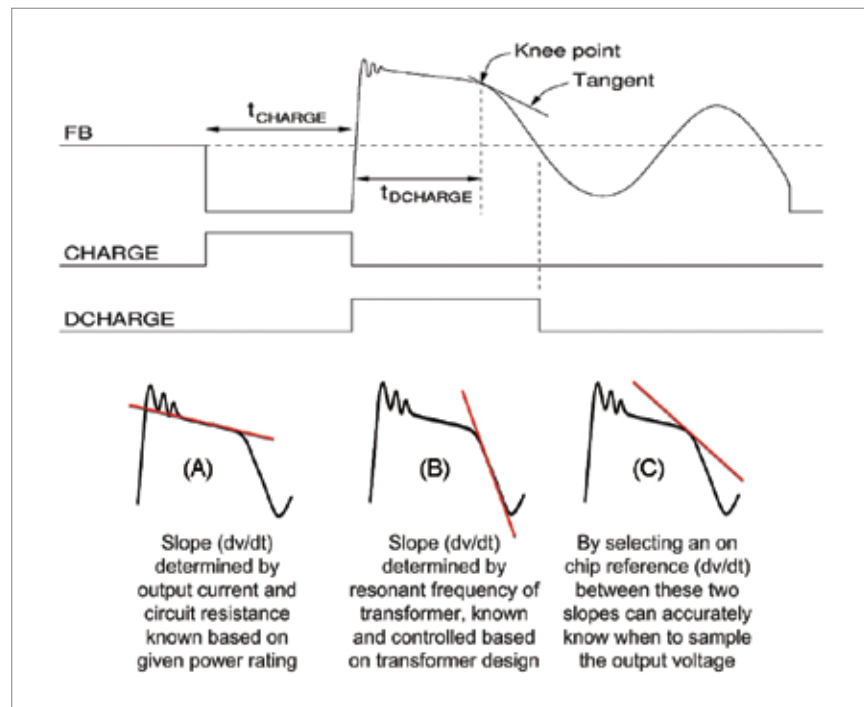

图 2：准确确定放电波形的拐点，大幅提高稳压精度。
当处于运行状态时，PFCB-W14 输送的平均功率约为 9.2V × 180μA ≈ 1.7mW。可用的电流必须对电池进行充电并负责运作用于驱动仿真传感器-发送器的降压型稳压器。运行中的传感器-发送器在大约 1% 的时间里吸取 12.4mA × 3.3V ≈ 41mW 的功率（即 0.41mW 左右的平均功率），因而留出了一些电流用于给电池充电。考虑到 LTC3588 降压型稳压器的效率为 85%，当平均 VIN 为 9.2V（见图 2）、降压型稳压器静态电流为 8μA 时，在未对电池充电情况下系统所消耗的平均电流为：
C2163 稳压性能的关键在于控制器可以检测能量传输阶段斜率的切线，以发现拐点的能力，如图 2 所示。在次级绕组电流的拐点下降到零时，电阻电压降也为零，从而允许精确的电压采样。该电路的输出电流和电路电阻由设计和初始 dV/dT 斜率设置已经知道，如 (A) 所示。同样，第二个斜率 (B) 也是已知的，是变压器的谐振频率的函数，这又是由设计决定的。那么，当输出电压进行采样时，片上参考 dV/dT 斜率 (C) 使我们能够准确地进行评估。